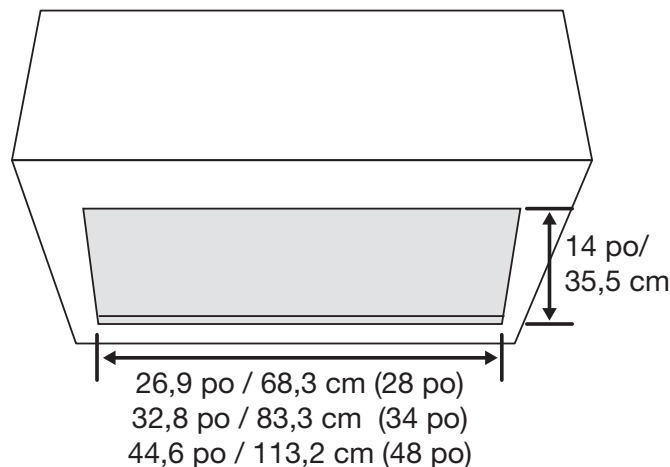

Figure 1
- Taillez une ouverture dans la base de l'armoire en suivant les dimensions indiquées à la figure 1.